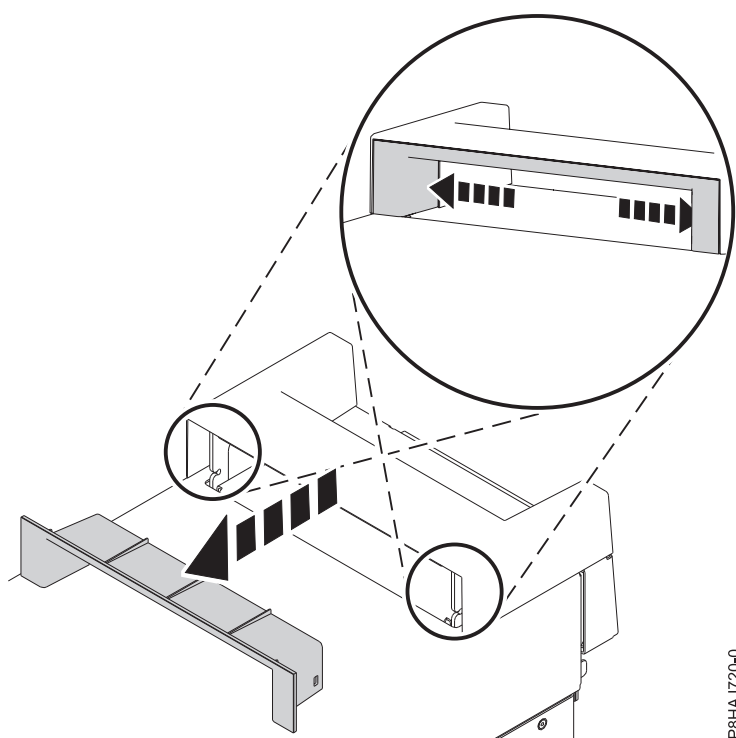

Figura 15. Remover a peça na tampa da pega num sistema autónomo 8286-41A
1. Remova a peça de plástico no interior da tampa da pega premindo as patilhas no interior firmemente ao mesmo tempo que desliza para o exterior. Consulte a Figura 15 na página 36.